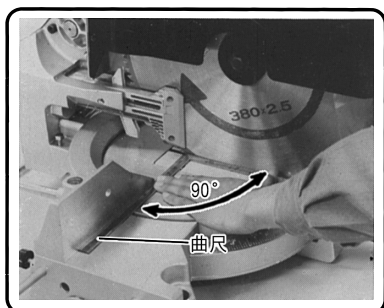

図 38
(2) のこ刃とフェンスに曲尺または三角定規を図のように突当てて、のこ刃とフェンスの直角を出します。最後に付属の13mmスパナ(図3参照)で8mmボルトを締め、フェンスを固定します。(図38)